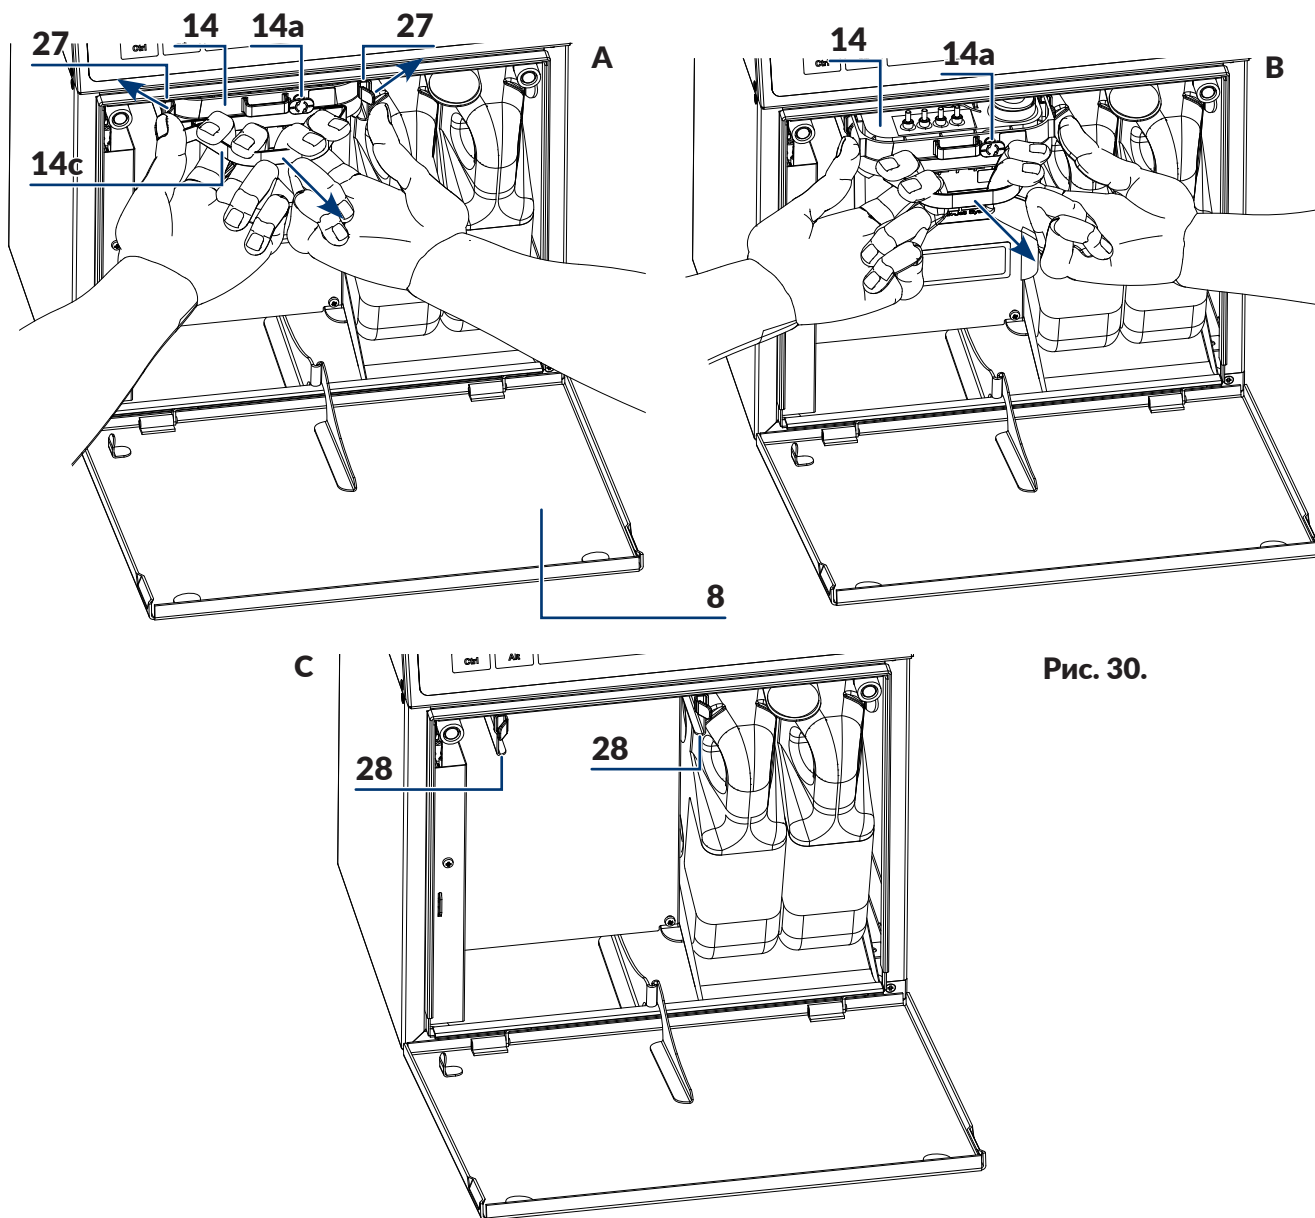

Рис. 30.
10. Отведите в стороны фиксирующие защелки 27 iModule® (см. Рис. 30).